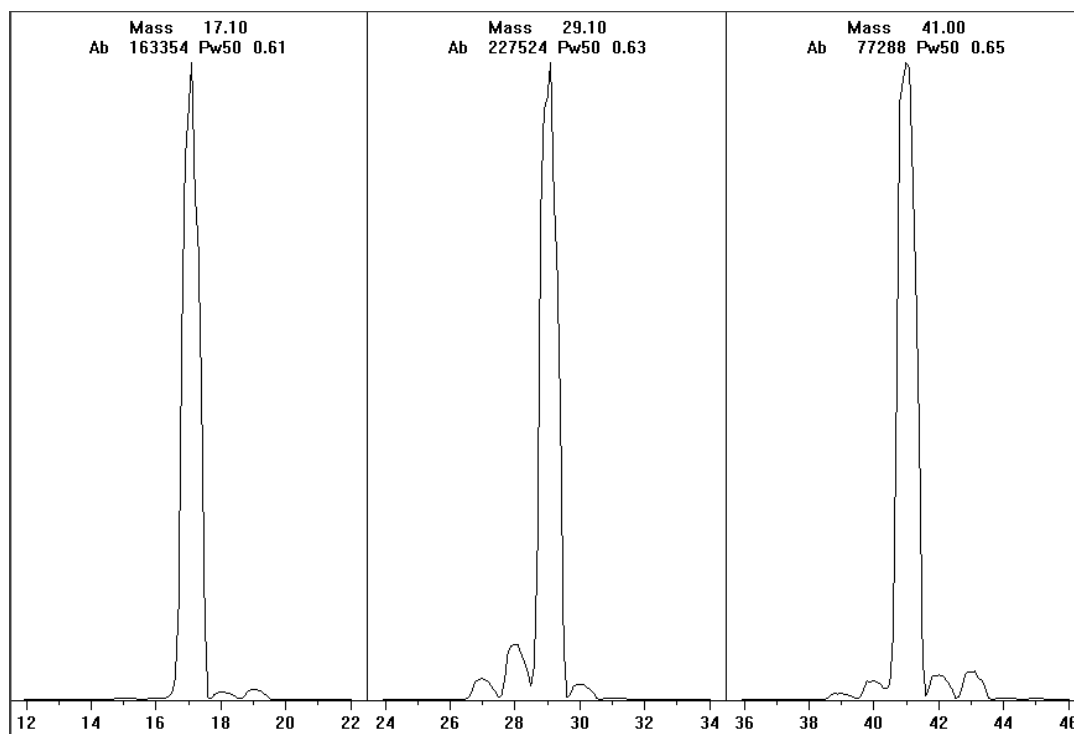

図 29 試薬イオンスキャン
- 5 表示された試薬イオンのプロファイルスキャンを調べます (図 29)。